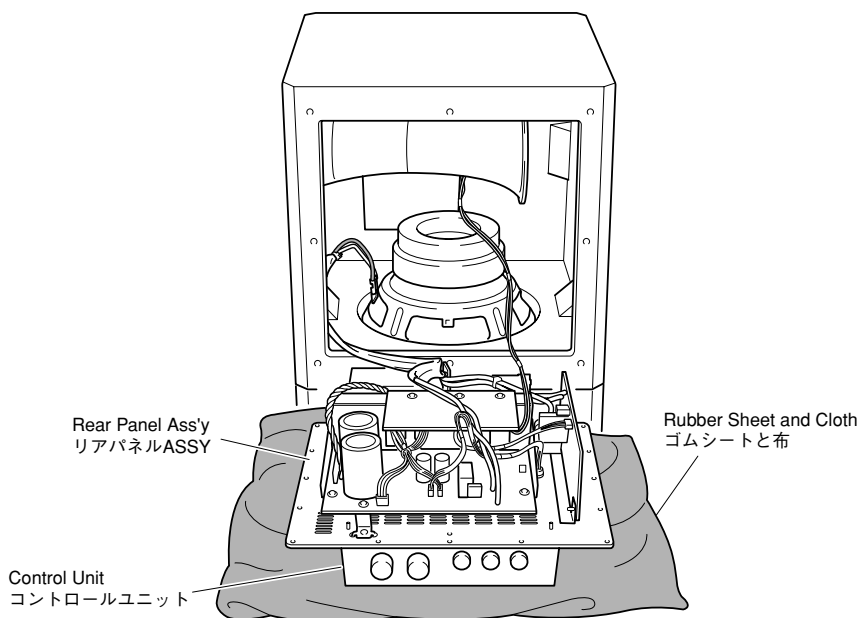

Fig. 3
- Spread cloth first and place the Rear Panel Ass'y and Control panel on it. (Fig. 3)
- ゴムシートと布を敷き、その上にリアパネルASSYとコントロールユニットを置いてチェックします。(Fig. 3)